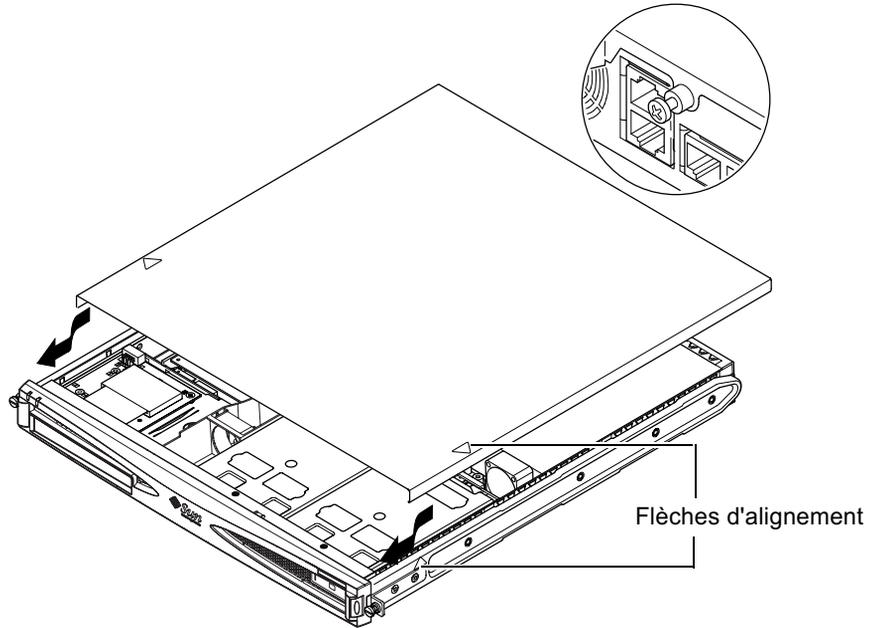

FIGURE 4-9 Remise en place du boîtier supérieur
7. Remettez en place le boîtier du serveur et serrez les vis de fixation (voir la FIGURE 4-9 à la Section 4.7 « Remise en place du boîtier supérieur du serveur » page 4-14).
- 5. Remettez en place le boîtier du serveur et serrez les vis de fixation (voir la FIGURE 4-9 à la Section 4.7 « Remise en place du boîtier supérieur du serveur » page 4-14).**
3. Remettez en place le boîtier du serveur et serrez les vis de fixation (voir la FIGURE 4-9 à la Section 4.7 « Remise en place du boîtier supérieur du serveur » page 4-14).
8. **Remettez en place le boîtier du serveur et serrez les vis de fixation (voir la FIGURE 4-9 à la Section 4.7 « Remise en place du boîtier supérieur du serveur » page 4-14).**
7. **Remettez en place le boîtier du serveur et serrez les vis de fixation (voir la FIGURE 4-9 à la Section 4.7 « Remise en place du boîtier supérieur du serveur » page 4-14).**
3. **Serrez la vis de fixation qui se trouve à l'arrière (voir la FIGURE 4-9).**